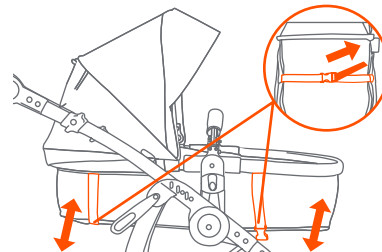

Fig. 11b
- **Positions verticale et inclinée :** Attachez les sangles du repose-pieds et de l'appui-tête à l'arrière du siège. Tirez sur les sangles qui dépassent afin de bien ajuster le siège (Fig. 11b).
- **Position landau :** Assurez-vous que les sangles du repose-pieds et de l'appui-tête sont desserrées et allongez complètement le siège (Fig. 11b).